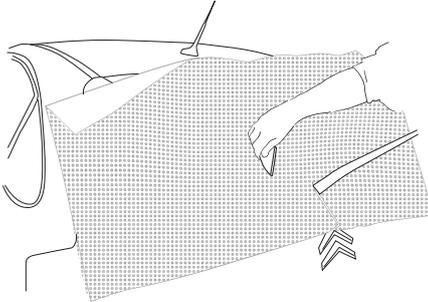

Figure 10
- › Puis appliquer la totalité du film sur la lunette arrière, en partant du centre vers les extrémités au moyen de la raclette recouverte de feutrine. (FIG. 10)